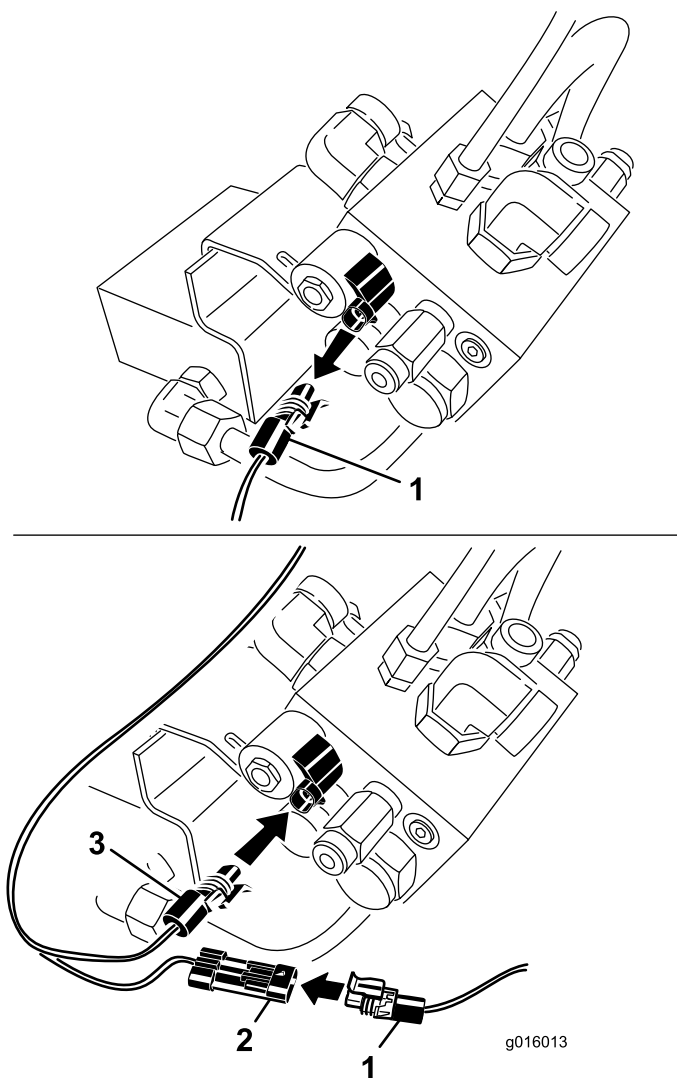

Figura 12
11. Desligue o conector da cablagem da unidade de tracção a partir do solenóide da gama Hi/Low no colector 4-WD (Figura 12)
12. Ligue o conector de cablagem da unidade de tracção ao conector da cablagem do divisor de caudal com o rótulo "RANGE HI/LOW" (Figura 12).
13. Ligue o outro conector de cablagem do divisor de caudal com o rótulo "RANGE HI/LOW SOLENOID" no solenóide da gama Hi/Low no colector 4-WD (Figura 12).